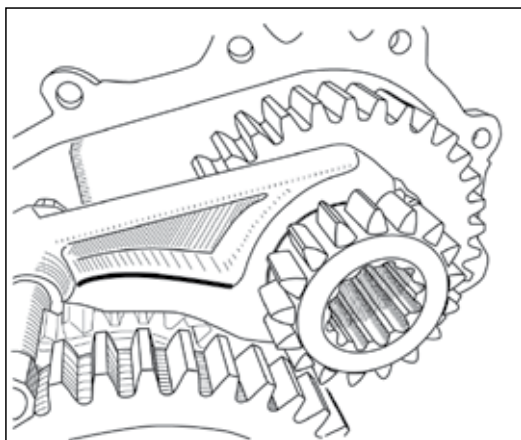

Рис. 11
7. Если в РК используется усиленная вилка включения пониженной передачи, то для комплекта с понижением 4.3 ее ребро (Рис. 11 выделено жирной линией) подлежит доработке. Данное ребро мешает включению пониженной передачи.